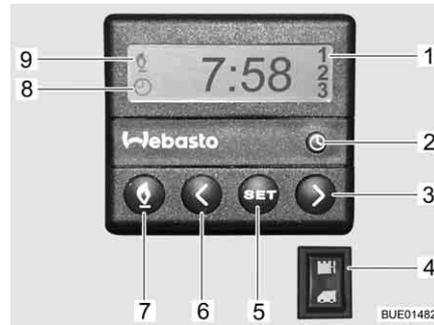

Fig. 197 Unidade de comando para o aquecimento auxiliar
- Prima a tecla (Fig. 197,7). O modo de aquecimento é mostrado por este símbolo (Fig. 197,9). A ventoinha só é também ligada a uma temperatura da água de refrigeração de 30 °C.
- Prima a tecla (Fig. 197,7). O símbolo (Fig. 197,9) apaga-se.
- Prima o interruptor (Fig. 197,4) em baixo. O motor é pré-aquecido. A ventoinha é imediatamente ligada adicionalmente.
- Prima o interruptor (Fig. 197,4) em cima. O motor mantém-se frio.
- Prima a tecla (Fig. 197,2). O acerto da hora é mostrado por este símbolo (Fig. 197,8).
- Com as teclas (Fig. 197,3 e 6), acerte a hora.
- Prima a tecla (Fig. 197,5).
- Dentro de 10 segundos, acerte o tempo de ligação com as teclas (Fig. 197,3 e 6).
- Prima tantas vezes a tecla (Fig. 197,5) até ser mostrado no display o número pretendido do programa (Fig. 197,1).